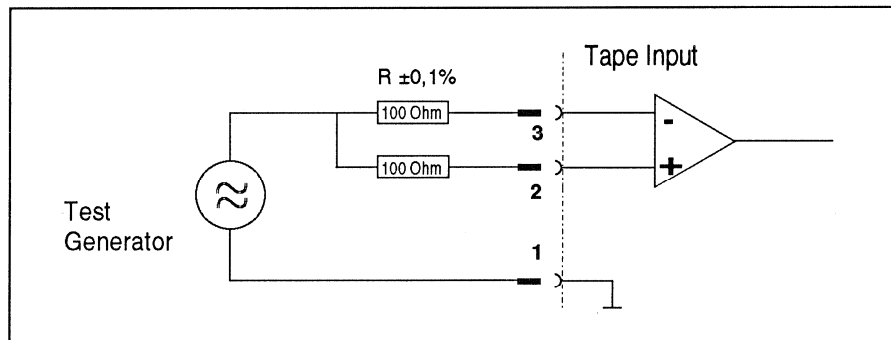

Fig. 8 Einspeisung des Testsignals zum Abgleich der Gleichtaktunterdrückung.
- Am elektronisch symmetrierten Tape Eingang kann die Gleichtaktunterdrückung abgeglichen werden. Das Testsignal auf die beiden Tonadern des Eingangs schalten, wie in Fig. 8 gezeigt.